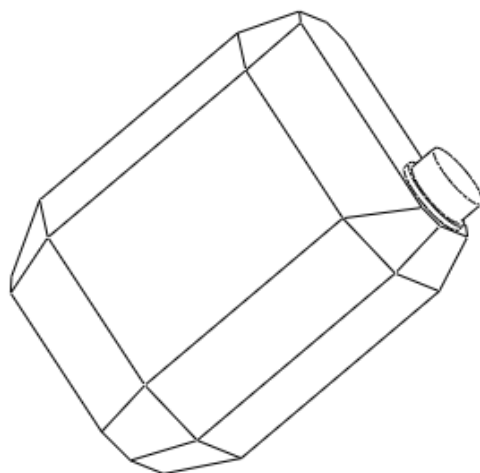

图 51-9
- (5) 单击旋转特征操控板中的  按钮，完成特征的建立，如图 51-9 所示。